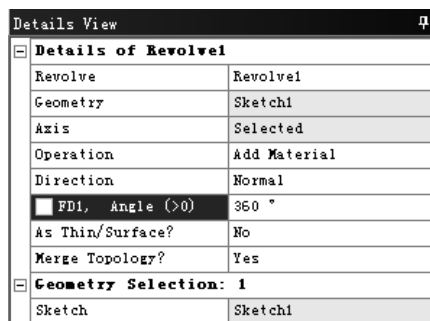

图 3.11.4 “Details View”对话框
(2) 在工具条中单击 **Revolve** 按钮 ，弹出图 3.11.4 所示的“Details View”对话框。使用草图 1 作为旋转截面，定义竖直轴线为旋转轴，单击工具条中的 **Generate** 按钮 ，完成旋转特征 1 的创建。